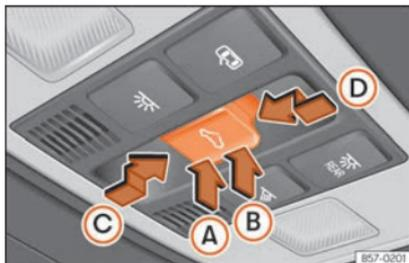

Fig. 104 No revestimento interior do teto: botão do teto de vidro.
O botão Fig. 104 tem dois níveis. No primeiro nível pode colocar-se o teto na posição defletora, abrir ou fechar total ou parcialmente.
- *Teto de vidro:* Antes que decorram aproximadamente 5 segundos desde a ativação da função antientalamento, pressione o botão **Fig. 104** até ao segundo nível no sentido da seta **Fig. 104** até que o teto se feche completamente.